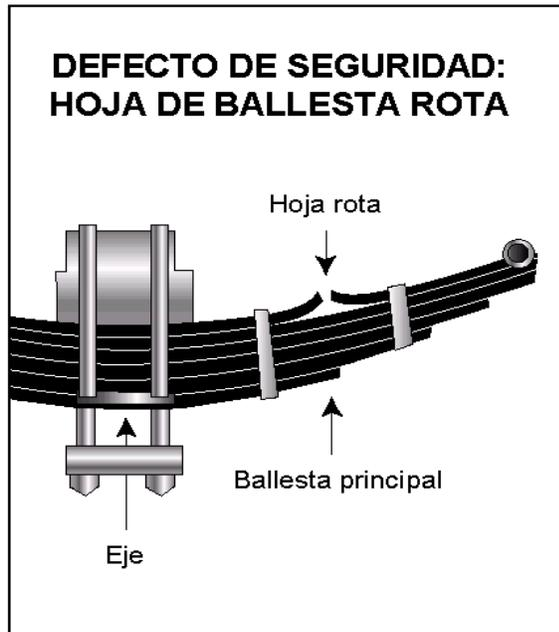

Figura 2.3
- Hojas faltantes o quebradas en cualquier ballesta. Si faltan una cuarta parte o más, eso pondrá al vehículo "fuera de servicio", pero cualquier defecto podría ser peligroso. Vea la Figura 2-3.